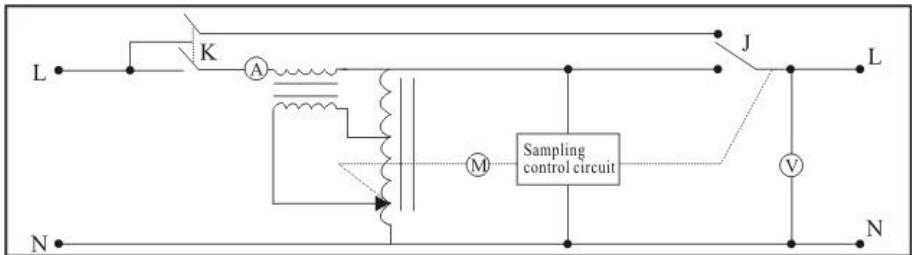

Рисунок 2:
**Принципиальная схема (см. рисунок 2)**